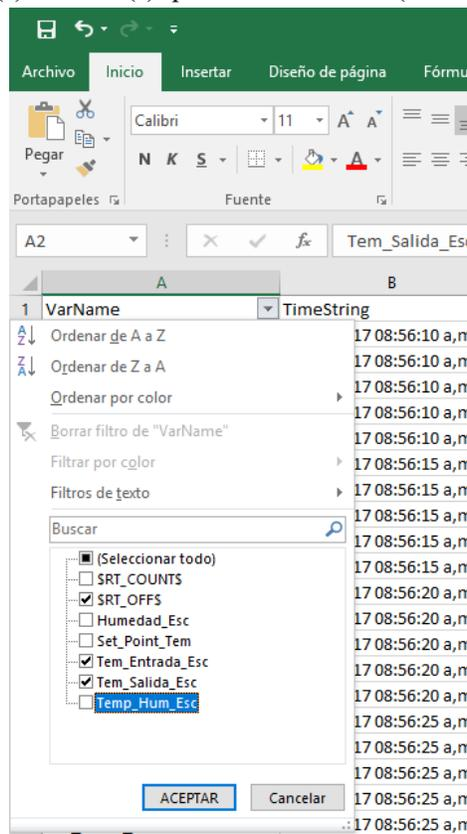

Imagen 26.
6.4. Hecho esto, haga clic en la “flecha” de selección del filtro que se generó en la pestaña “VarName” y marque la(s) variable(s) que necesite filtrar. (Ver imagen 26)